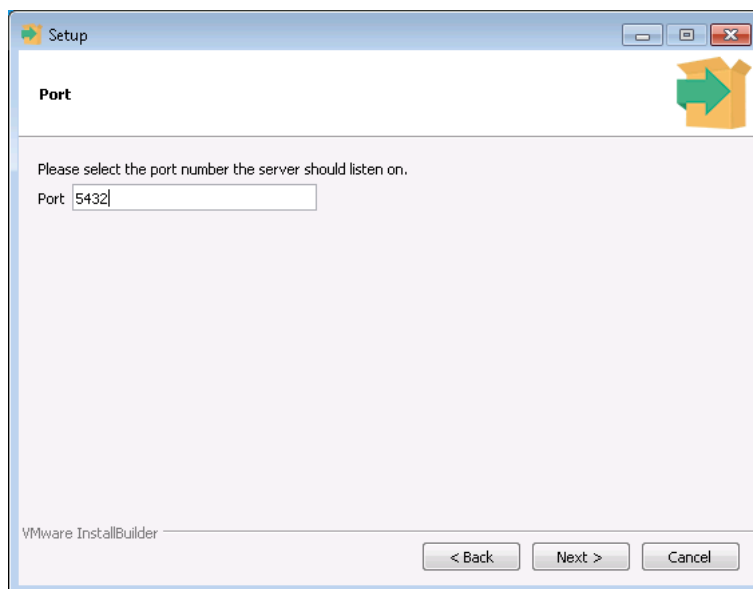

Рисунок 6.7 — Номер порта базы данных
- Введите порт подключения к базе данных **5432** и нажмите кнопку *Next* (см. рисунок 6.7).